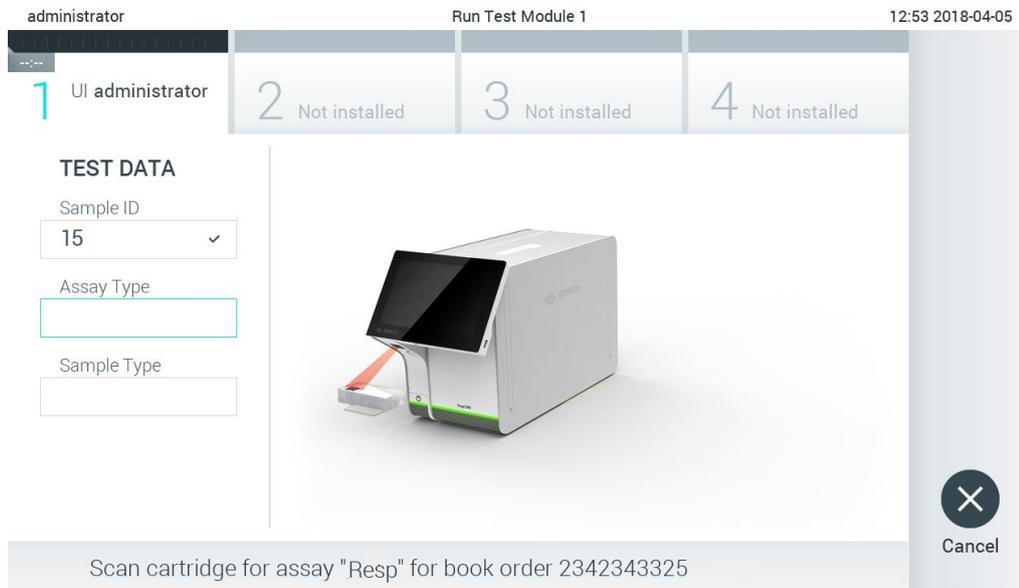

Figura 84. Lendo o código de barras do cartucho de ensaio QIAstat-Dx.
- Quando o pedido de teste for recuperado com êxito do host, o texto "Scan cartridge for assay <assay_name> and book order <order_number>" (Verificar cartucho para ensaio <assay_name> e pedido em registro <order_number>) será exibido. Leia o código de barras do cartucho de ensaio QIAstat-Dx especificado (Figura 84).